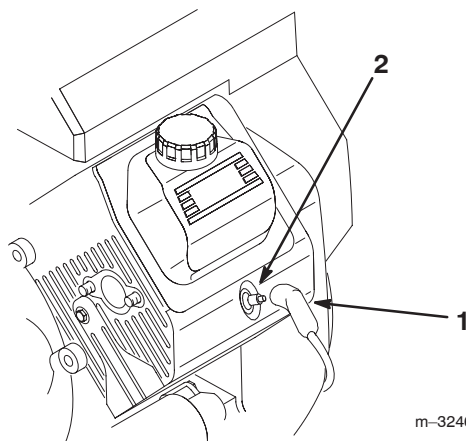

Figure 58
- Débranchez les fils des bougies (Fig. 58).
3. Rebranchez les bougies (Fig. 58).